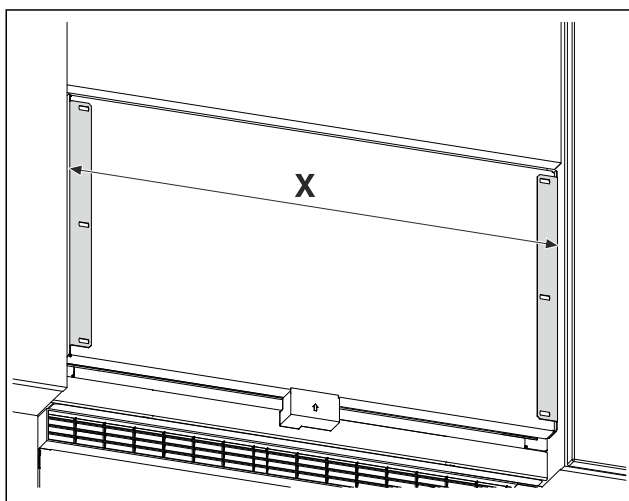

Fig. 26 Voorbeeldweergave
- Afstand Fig. 26 (X) tussen de buitenkanten van de bevestigingsbeugel meten.